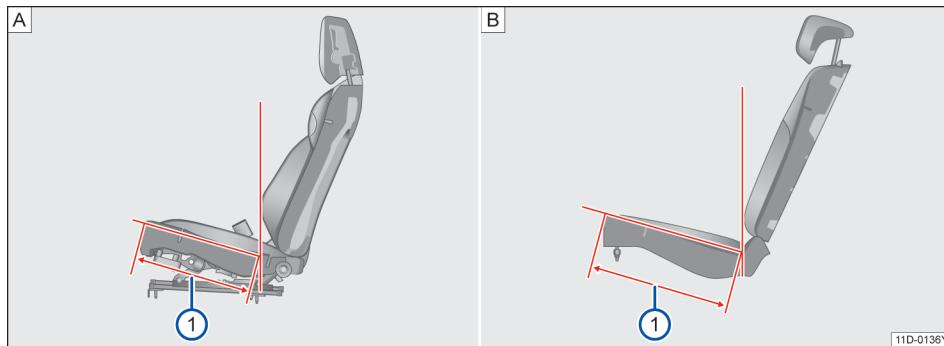

图 68 座椅坐垫深
=446mm→ 图 68[A]①
=468mm→ 图 68[B]①